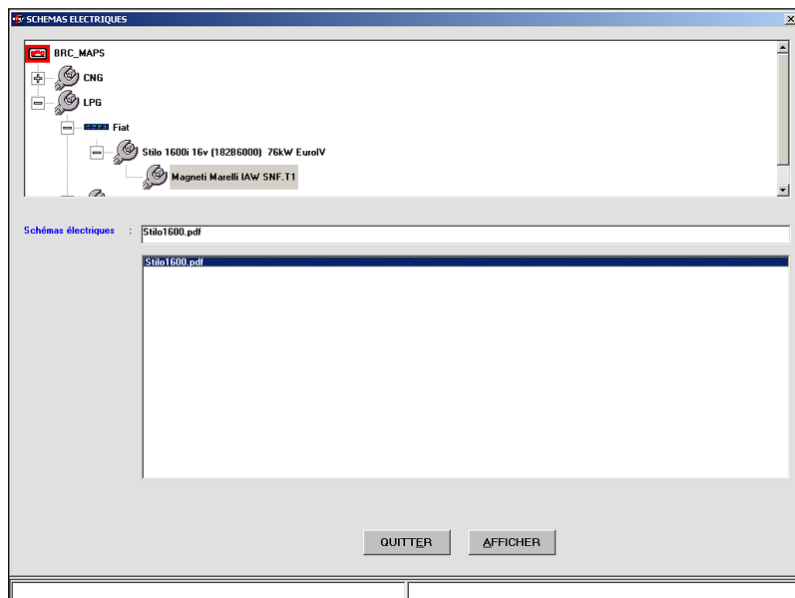

Fig. 7.4 - Utilités – SCHÉMAS ÉLECTRIQUES
4. sélectionner "LPG" ou CNG" (voir figure 7.4)